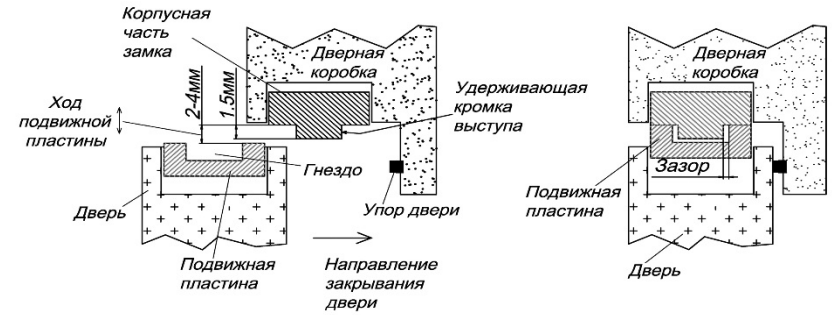

Рисунок 7
5.6 В закрытом положении двери между рабочими кромками удерживающего выступа на корпусе и гнезда якоря должен сохраняться гарантированный зазор. При этом подвижная пластина якоря не должна защемляться из-за влияния уплотнения двери, деформации дверного полотна, неточной навески петель и других факторов, создающих «отдачу» двери при закрывании (рисунок 7).